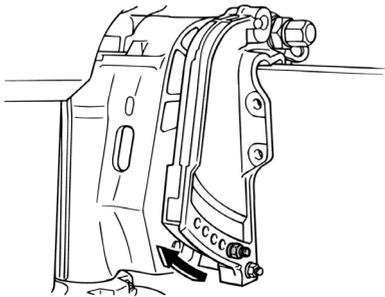

Рис. 38 Шток установки угла дифферента
Для моделей без электрического подъёмника вертикальный угол дифферента регулируется установкой штока в одну из имеющихся пар регулировочных отверстий в кронштейне крепления (Рис. 38).
- Открутите гайку крепления и вытяните шток из кронштейна крепления. Вставьте шток в следующее регулировочное отверстие и закрутите гайку крепления (Рис. 38).